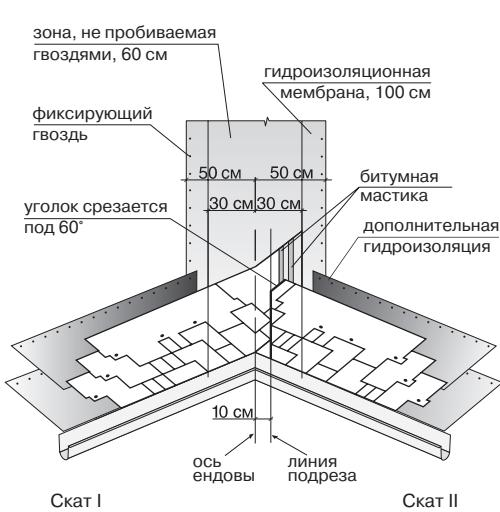

Рис. 3
Ендова (рис. 3)
- на прилегающем скате (II) вдоль оси ендovy на расстоянии 30 см от нее отбивается линия;
- лист, подходящий к ендove со ската II, должен доходить до линии подрезки и обрезаться по ней. Верхний уголок обрезанного края листа подрезается под углом 60° (5 × 3 см — рис. 3);